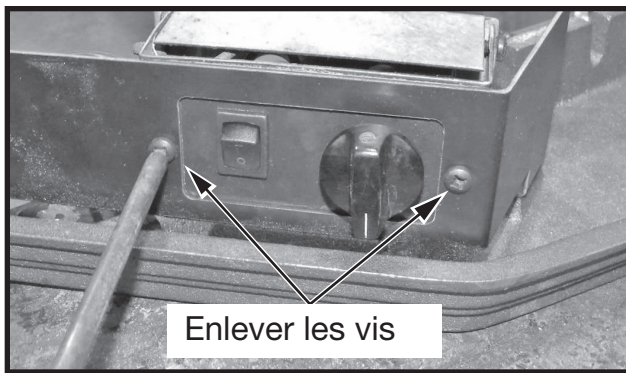
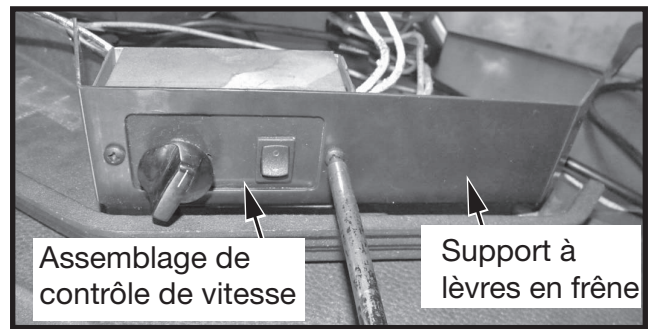

Figure 21: Dépose de l'ensemble de contrôle de vitesse.
Figure 22: Relocalisation du support de commande de vitesse.
6. Retirer le thermocouple du support de montage du ventilateur droit (Figure 21) et installer sur le support du ventilateur gauche (Figure 22).